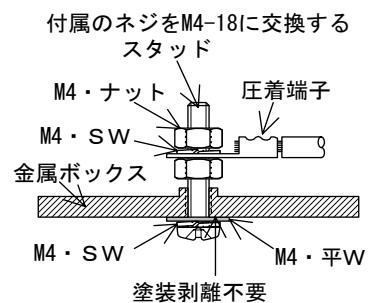

図 2-2
- (k) 金属ボックスの接地はボックス外側から締付けている既存の接地用ネジを取り外し、新たにM4-16～20のねじを接地スタッドして取付ける。この時のボックス表面の塗装は剥離しなくてもよい。図 2-2 参照
- (l) コントロールボックス内の端子台から金属ボックスへの接地線の接続は、金属ボックス内側の(k)項目で設けた接地スタッドに接続すること。図 2-2 参照
- ①リレー、TLR (H3Y-2) については、平行 2 本以上の場合で、リレー、TLR 1 個に付き最大片側 1 箇所のみとし、1 本の場合には切り欠きを不可とする。
- ②TB は TB 幅+両端から 5mm までの切り欠きを可とし、それ以上は不可とする。
- ③FLR、TLR (H3CR-A) については、平行 2 本以上の場合で、最大 2 箇所のみ可とする。
- ④束線の時は電線の本数が 4 本までは切欠き不可とする。